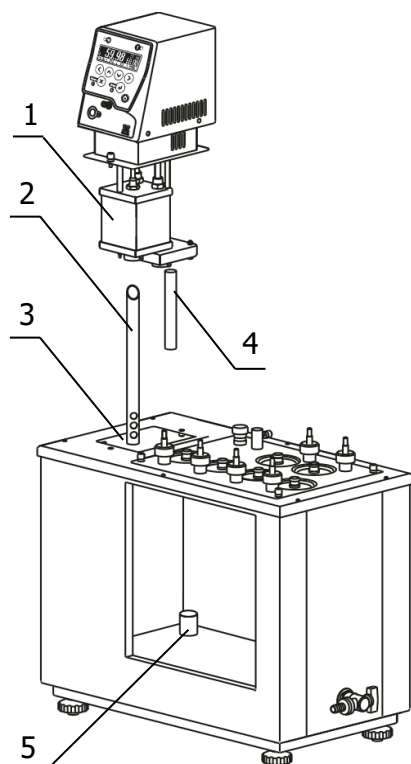

Рисунок 3 — Установка блока регулирования
2.2.3 Вставить входную трубку насоса 4 (рисунок 3) во входной патрубок блока регулирования на 15 мм и зафиксировать ее винтом.
2.2.9 Причина отсутствия перелива — неправильная работа насоса, вызванная воздушной пробкой, образовавшейся в резервуаре 1 (рисунок 3). Для ее устранения необходимо: